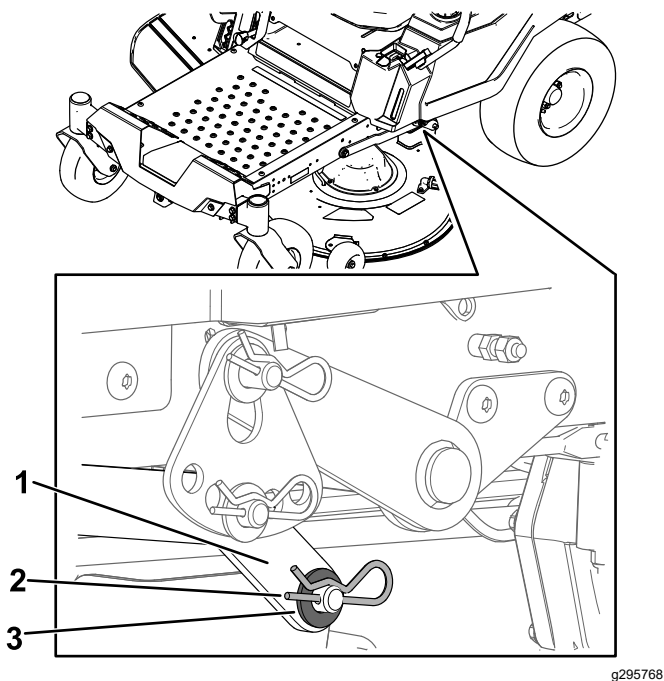

**Figura 67**
4. Retire la chaveta de la varilla de soporte delantera y retire la varilla del soporte de la carcasa (Figura 67).
8. Conecte la varilla de soporte delantera a la carcasa de corte con el pasador y la chaveta (Figura 67).